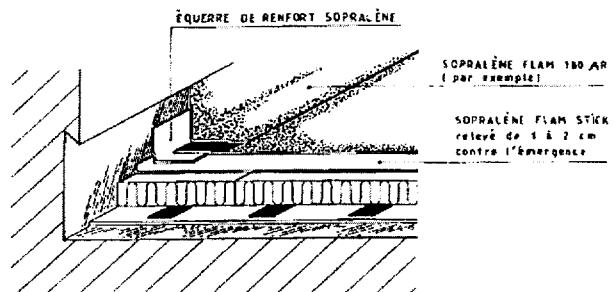
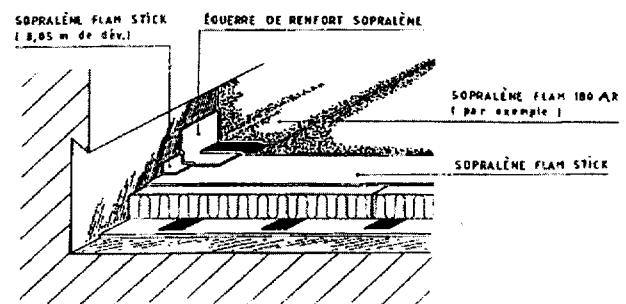

Figure 3 - Relevé d'étanchéité : Protection du PSE par relevé du SOPRALENE FLAM STICK de la surface courante
Figure 4 - Relevé d'étanchéité : Protection du PSE par bande de SOPRALENE FLAM STICK de 0,05 m
Les relevés comprennent, à partir du support (figures 3 et 4) :
- Protection de la tranche du PSE par relevé du SOPRALENE FLAM STICK des parties courantes de 1 à 2 cm (figure 3) ou par bande de SOPRALENE FLAM STICK de 0,05 m de dév. appliquée sur SOPRALENE FLAM STICK des parties courantes et sur le relief (figure 4),